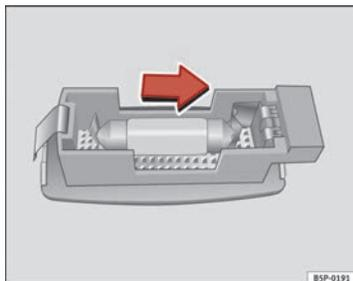

Fig. 203 Desmontagem da luz da pala de sol
- Retire a luz com cuidado, utilizando a parte plana de uma chave de fendas, tal como indica a figura ⇒ Fig. 203.
- Retirar a lâmpada, movendo-a no sentido da seta e para fora ⇒ Fig. 203.